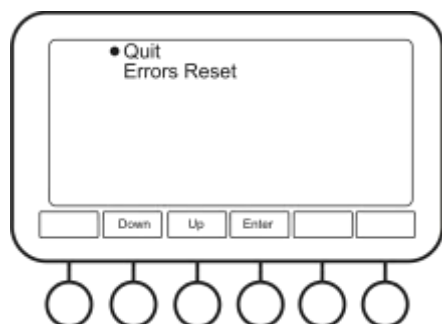

Рисунок 7. Текущие ошибки
- 5.9.3.1 **Текущие ошибки (Current Errors, рис. 7).** Этот пункт позволяет пользователю посмотреть и сбросить список всех текущих ошибок. Смотрите главу **Диагностика неисправностей**, пункт 6.3, для списка всех возможных ошибок.